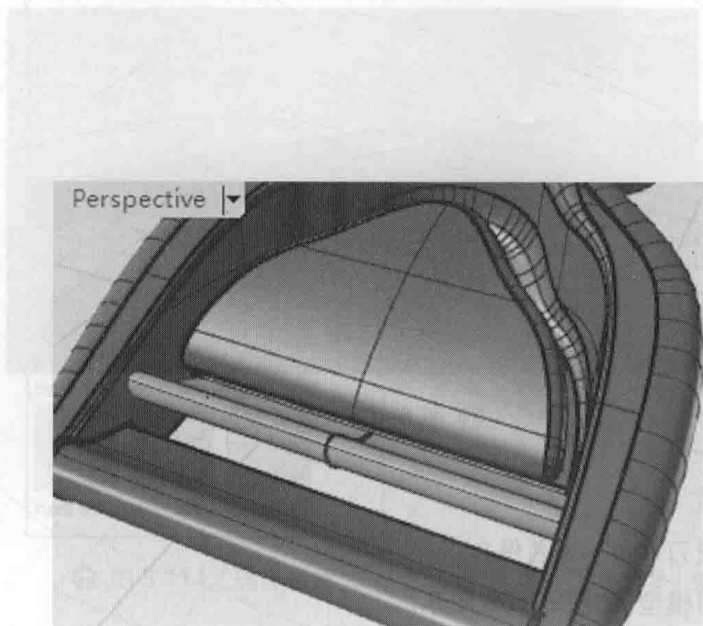

图 5-103 沿直线挤出成面
(8) 单击【直线挤出】按钮,将命令栏中的【实体】选项修改为“是”。选择如图 5-102 所示的红色闭合多重曲线,沿直线挤出成面,效果如图 5-103 所示。